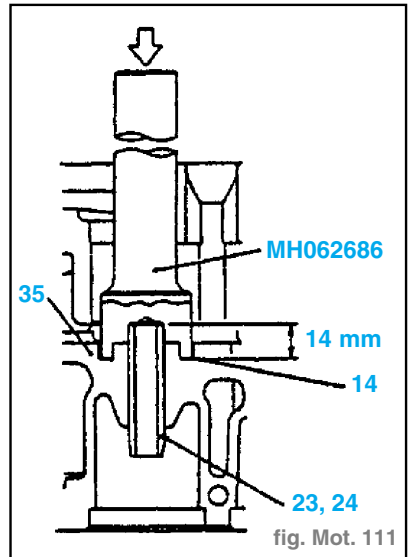

fig. Mot. 111
- Alésage (A) :  $13^{+0,018}_0$  mm
- Introduire les cuvettes de ressort inférieurs 14 dans la culasse 35. Introduire les guides de soupape 23 et 24 à fond jusqu'à ce que l'outil spécial bute contre la culasse 35. (fig. Mot. 111)